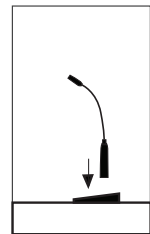

Figura 1
1. Conecte o conector diretamente a uma tomada 3P XL em uma base de microfone ou mesa de conferência. (Figura 1)